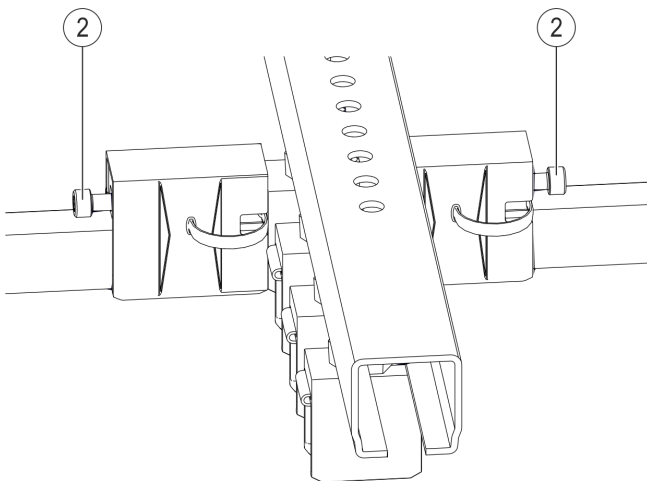

Abb. 93: Fixpunkt клемmen 0812 verschrauben
- Die seitliche Schraube (Pos. 2) (siehe Abb. 93) an den Fixpunktklemmen mit dem vorgeschriebenen Drehmoment (SW 5, Drehmomentschlüssel: **5,5-6 Nm**) anziehen. Schrauben erst anziehen, wenn die Einstellung der Anlage und die Einstellung der Dehnelemente (siehe Kapitel 6.4.3.7) abgeschlossen ist.